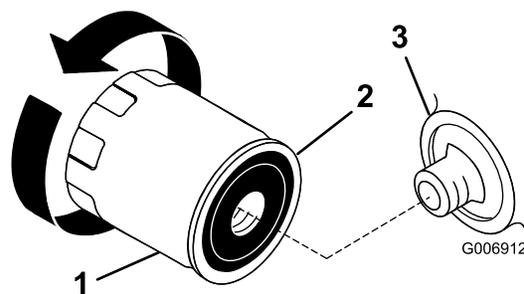

Figura 19
2. Togliere il filtro dell'olio usato e tergere la superficie della guarnizione del riduttore del filtro (Figura 19).
3. Spalmare un velo di olio nuovo sulla guarnizione di gomma del nuovo filtro dell'olio (Figura 19).
5. Girare il filtro in senso orario finché la guarnizione di gomma non tocca l'adattatore, quindi serrare il filtro di un altro $\frac{1}{2}$ o $\frac{3}{4}$ di giro (Figura 19).